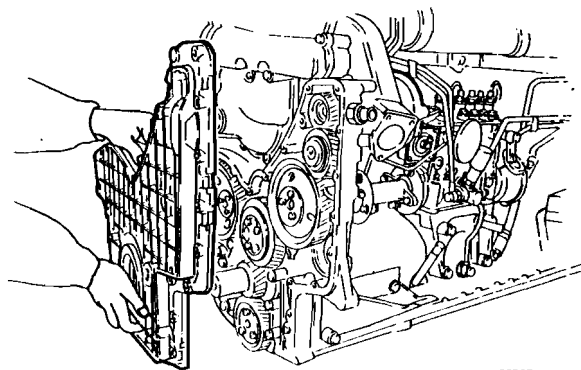

Fig. 181
- 32 Montar y atornillar la tapa de la distribución antes de que hayan pasado 20 minutos, véase fig. 181.